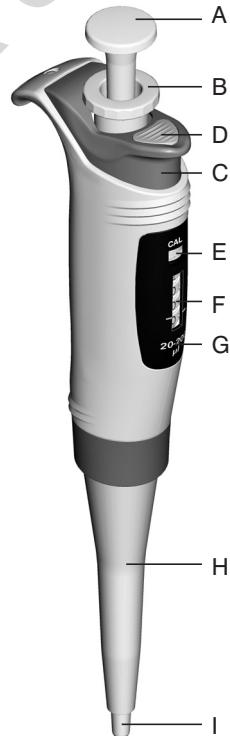

Fig. 1
Die Ersatzteile sind in Abb. 1:
ATTENTION: Le bouton de calibrage (fig. 1 E) situé au-dessus du compteur doit se trouver, pendant le travail, en position basse. Dans le cas contraire, chaque changement du volume provoquera un décalibrage de la pipette.
- La pipette est équipée d'un commutateur du mode de travail du compteur – un bouton de calibrage (fig. 1 E). Ce bouton doit être déplacé uniquement pour la durée du calibrage de la pipette (position haute marquée "CAL").